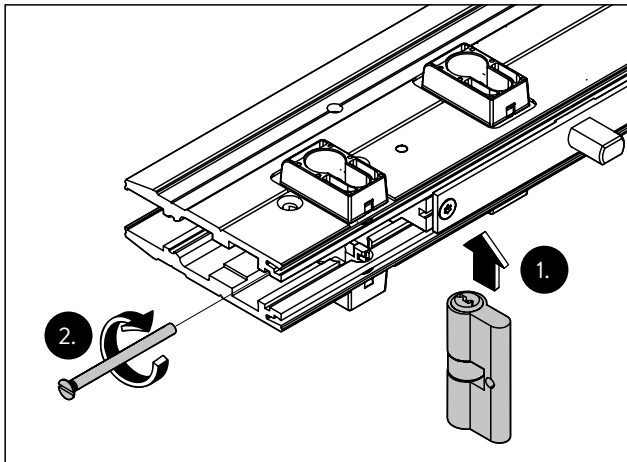

Abb. 12 Den Schließzylinder einsetzen und verschrauben
- Den Schließzylinder einsetzen. Dabei darauf achten, dass der Mitnehmer des Zylinders in die Aussparung passt (Abb. 12/1).
- Den Schließzylinder mit der Schraube von der Stirnseite verschrauben (Abb. 12/2).